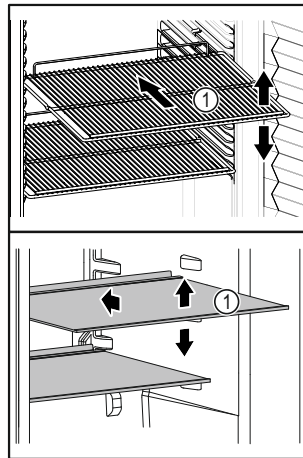

Fig. 30 Примерное изображение
- ❑ Если полки для хранения Fig. 30 (1) можно переставлять, отрегулируйте высоту их установки.